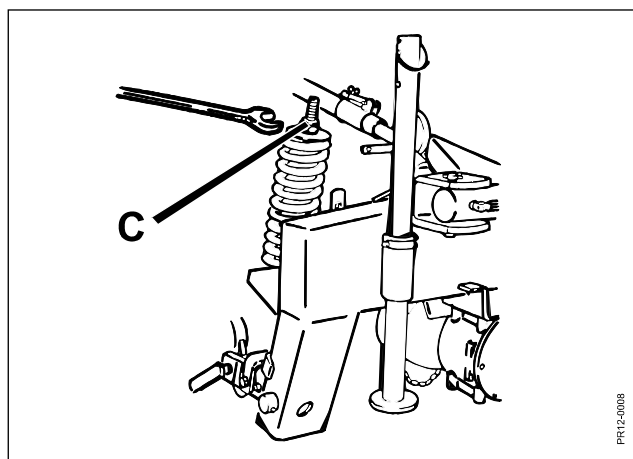

Fig. 2-15
- Fig. 2-15** Aflastningsfjederen justeres til den ønskede aflastning ved spindelen **C**.